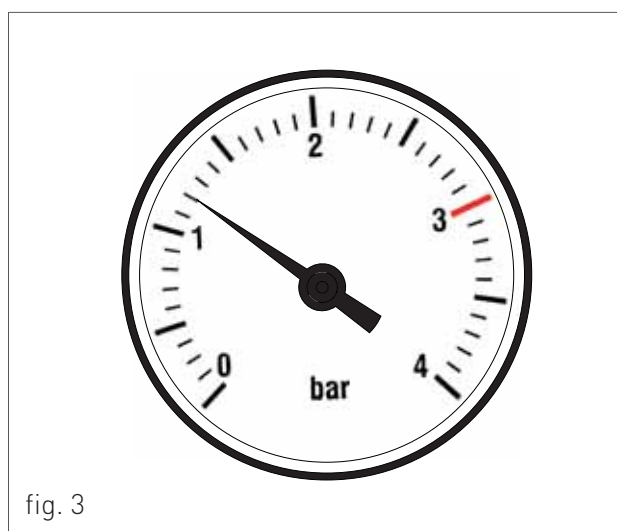

fig. 3
7. se dopo le suddette operazioni si rilevasse una diminuzione della pressione dell'acqua nell'impianto, aprire di nuovo il rubinetto di carico "R" fino a che la pressione nel manometro non segni 1.2 bar (fig. 3).